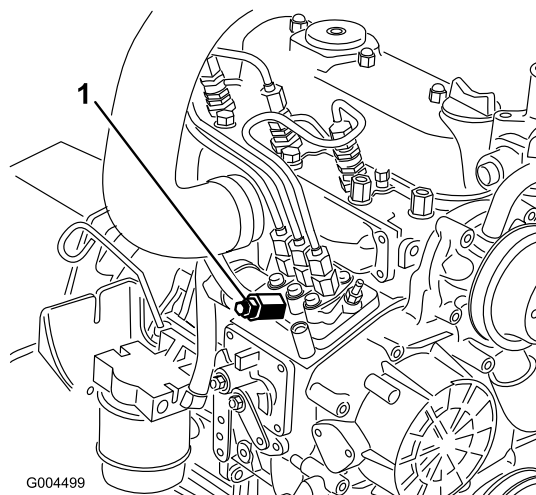

Figura 47
3. Mettete un cencio sotto la vite di spurgo dell'aria, sulla pompa d'iniezione del carburante, ed apritela (Figura 47).